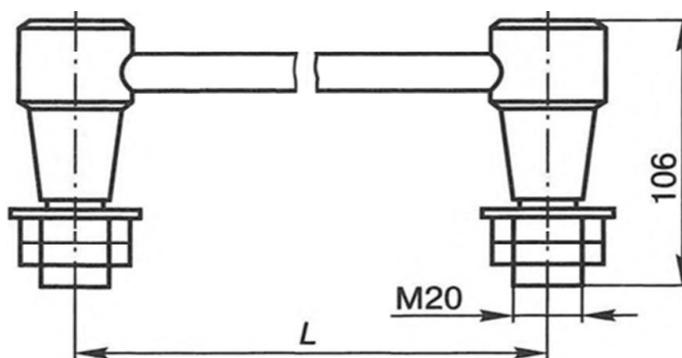
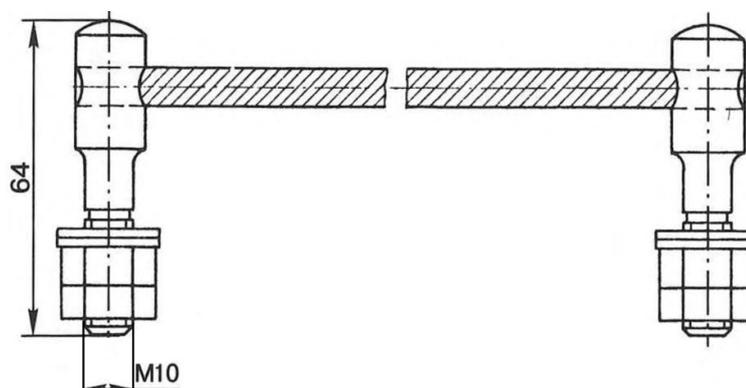

Рис.4. Электротяговый соединитель
Рис.5. Стрелочный соединитель типов III и IV
7.2.2. Замена стыковых соединителей с креплением к рельсам гайками (для участков с электротягой, рис.4; для участков с автономной тягой, рис.5)